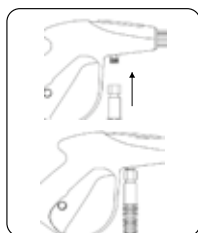

FIGURA 8.1
1. Conecte la punta de la manguera en la pistola (Figura 8.1).